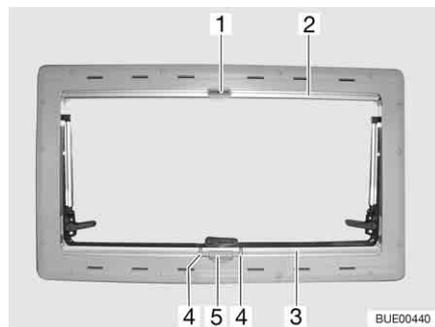

Fig. 82 Ventana abatible
- Apretar el tirador (Fig. 82,4) y tirar de la persiana oscurecedora (Fig. 82,3) de abajo hacia arriba hasta la altura deseada.
- Comprimir el asidero (Fig. 82,4). Se suelta el bloqueo.
- Llevar la persiana oscurecedora enrollable (Fig. 82,3) lentamente a su posición inicial.
- Tirar la mosquitera enrollable (Fig. 82,2) hacia abajo, hasta que choque con la persiana oscurecedora enrollable (Fig. 82,3) y el pestillo de cierre (Fig. 82,1) engatille en el bloqueo (Fig. 82,5).
- Aflojar el pestillo de cierre (Fig. 82,1).